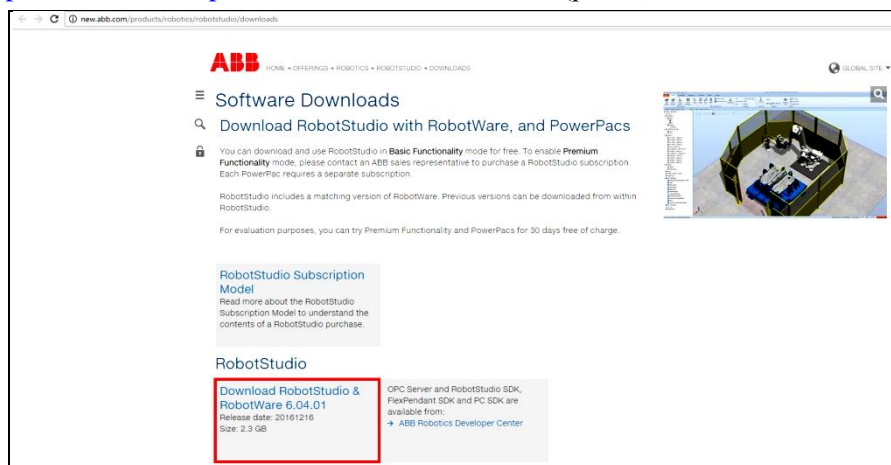

Рис. 1. Официальный сайт ABB
1. Скачайте последнюю версию RobotStudio с сайта <http://new.abb.com/products/robotics/robotstudio> (рис. 1).